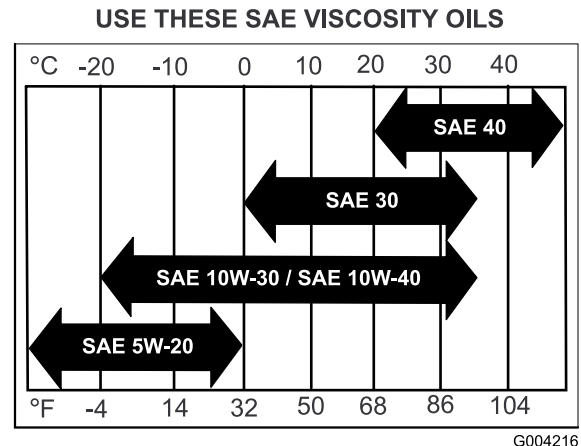

Figure 36
- Remplissez le carter moteur de l'huile spécifiée; voir Figure 36.